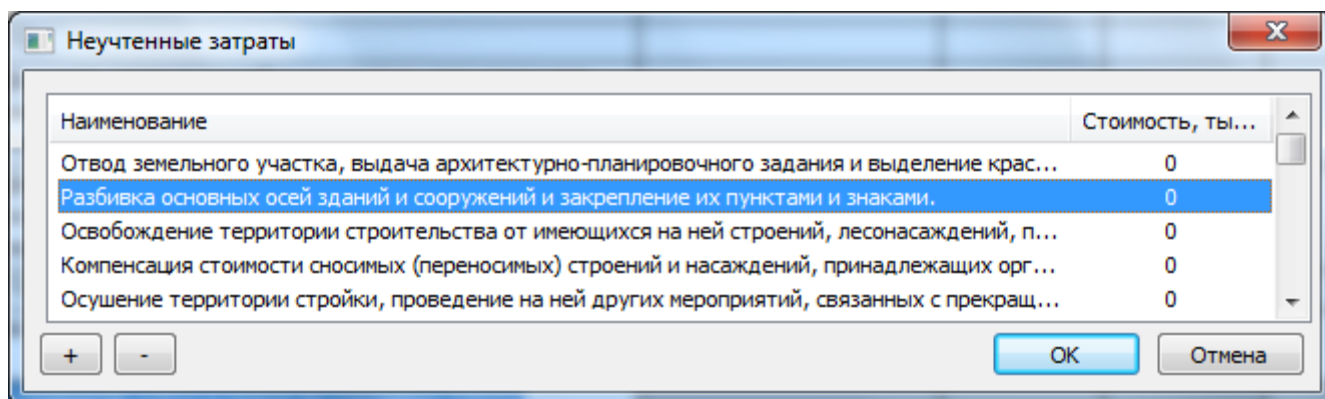

Рис. 9.9 Диалоговое окно неучтенные затраты
4. В открывшемся диалоговом окне *Неучтенные затраты* (Рис. 9.9) выбрать нужный тип затрат.
3. В открывшемся диалоговом окне *Неучтенные затраты* (См. рис. 9.9) нажать на кнопку  — Добавить, для добавления или  — Удалить, для удаления, неучтенных затрат из списка.